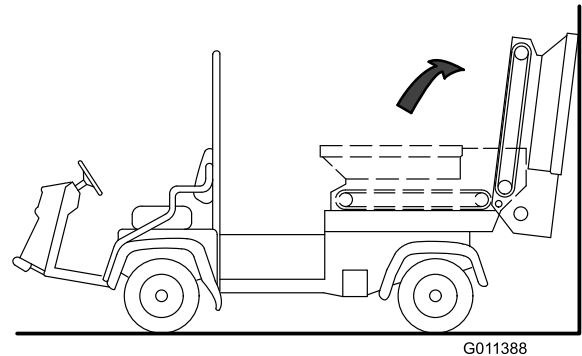

Figura 33
- 5. Incline a tremonha para trás e encoste-o contra a parede, escada, etc. Não permita que a tremonha descance contra a traseira da máquina pois podem resultar danos dos acopladores hidráulicos e da escova (Figura 33).
Importante: Certifique-se de que a tremonha é inclinada para além do centro e/ou fixe à parede ou coloque-o para prevenir que caia acidentalmente na área de trabalho (Figura 33).